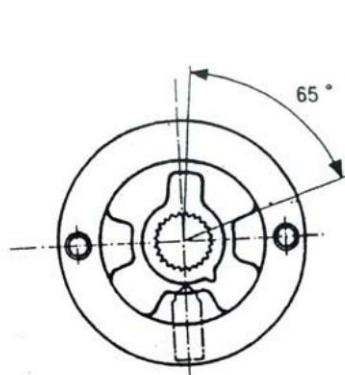

Рис. 9
Установите трещотку так чтобы она перемещалась на 65 гр в храповом стопоре (10), отрегулируйте зазор между шарообразным винтом и храповым стопором (10), позволяя ему перемещаться и не высакивать (см. рис. 9)